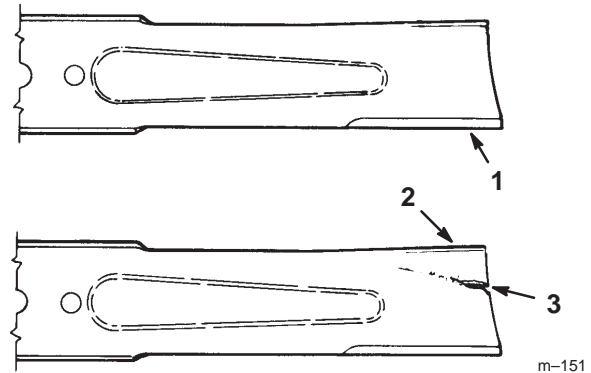

Figure 33
1. Inspectez les tranchants des lames (Fig. 33). Si les lames ne sont pas tranchantes ou si elles présentent des indentations, déposez-les et aiguisiez-les (voir Aiguisage des lames, page 33).
2. Inspectez les lames, surtout la partie incurvée (Fig. 33). Remplacez immédiatement toute lame endommagée, usée ou qui présente une entaille (repère 3 de la Fig. 33).